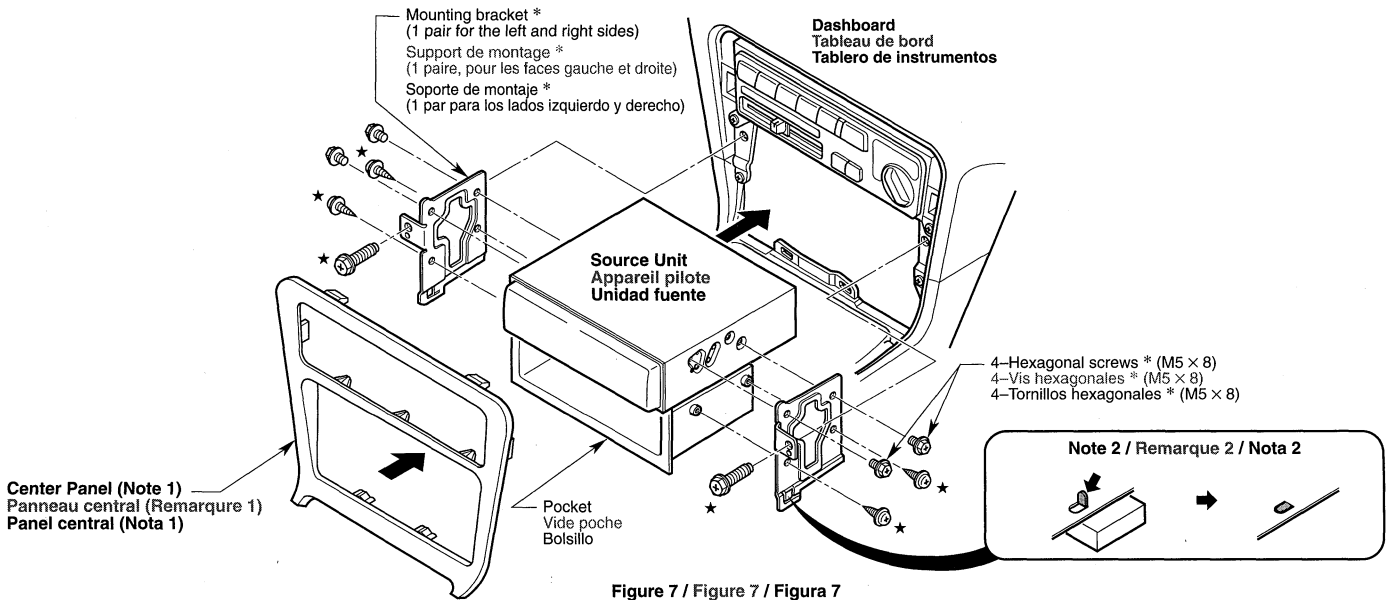

Figure 7 / Figure 7 / Figura 7
This unit is designed for fixed installation in the dashboard. If the vehicle is equipped with a factory-installed radio, install the source unit with the parts and screws marked (*) (Figure 7). If the vehicle is not equipped with a factory-installed radio, obtain an installation kit to install the source unit in the following procedure.
Cet appareil est conçu pour une installation fixe dans le tableau de bord. Si le véhicule est équipé d'un auto-radio installé à l'usine, installer l'appareil pilote avec les pièces et les écrous marquées de (*) (Figure 7). Si le véhicule n'est pas équipé d'un auto-radio installé à l'usine se procurer un kit d'installation pur installer l'appareil pilote avec la procédure suivante.
2. Secure the mounting brackets to the chassis as shown in Figure 7. Holes are pre-tapped for TOYOTA and NISSAN vehicles; modification, such as drilling new holes, of the mounting brackets may be required for other models.
2. Fixer le support de montage sur le châssis comme montré sur la Figure 7. Les trous sont pré-découpés pour les véhicules TOYOTA et NISSAN; des modification du support de montage, comme le perçage de nouveaux trous, peuvent être nécessaire pour les autres modèles.